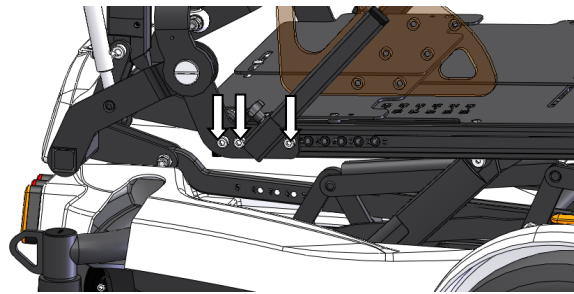

Abbildung 10: Einstellen der Sitztiefe
- Entfernen Sie die drei Schrauben vom oberen Sitzdrehpunkt (siehe Abbildung 10) auf beiden Seiten des Stuhls